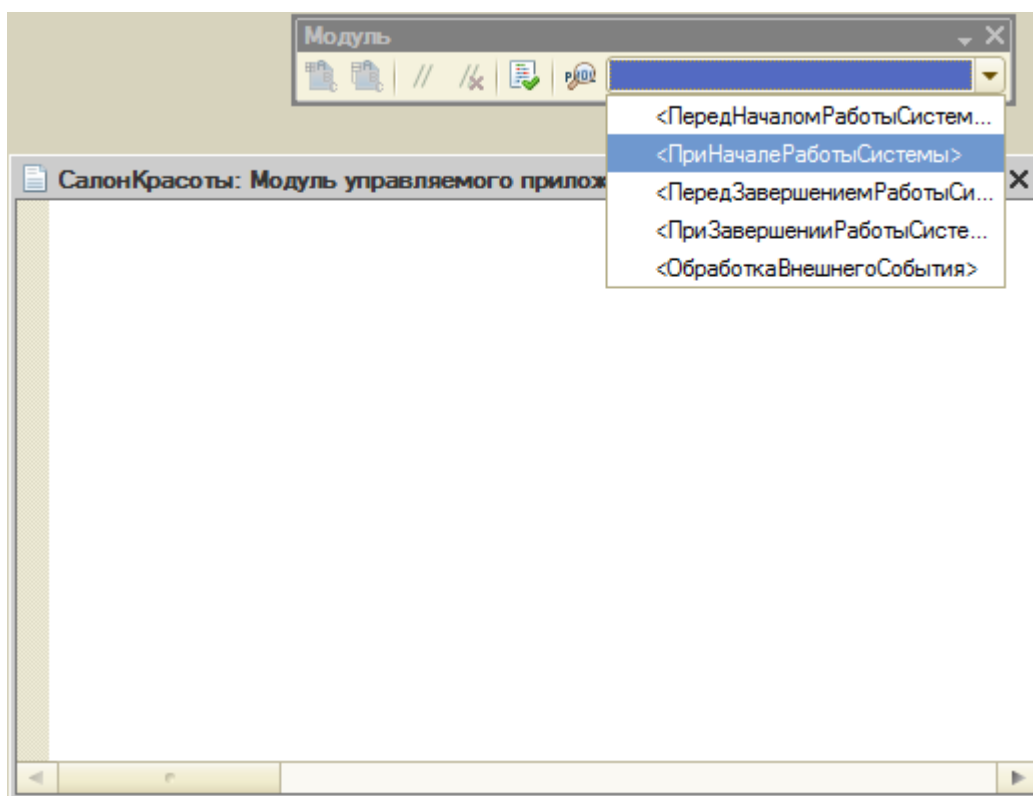

Рисунок 5.13- Выбор обработчика ПриНачалеРаботыСистемы
7.6 Выше мы создавали константу **Текст сообщения**, предполагая выводить заданный в ней текст в качестве сообщения для пользователей, входящих в систему. Реализуем эту функциональность. Для этого нам понадобится написать код в модуле управляемого приложения. Для того, чтобы открыть этот модуль, нужно воспользоваться командой **Открыть модуль управляемого приложения** корневого элемента конфигурации. Для этого модуля предусмотрено несколько стандартных обработчиков событий, которые можно найти в панели инструментов **Модуль**, **Рисунок 5.13**. Нас интересует обработчик **ПриНачалеРаботыСистемы**.